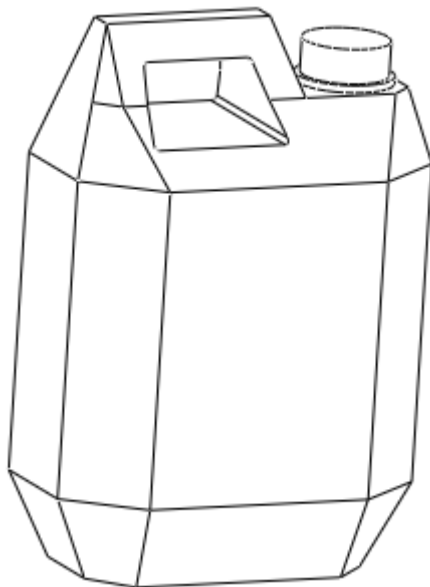

图 51-17
(5) 单击  按钮，完成特征的建立，如图 51-17 所示。